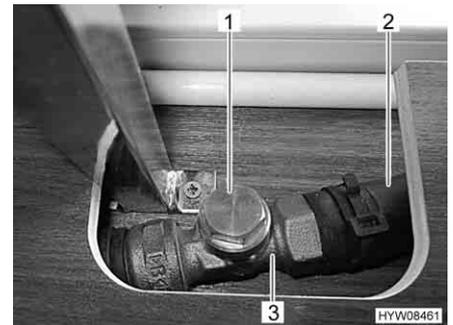

Fig. 137 Valvola aperta
- Afferrare la tubatura di bypass (Fig. 137,2) dietro la valvola (Fig. 137,3). Il tubo flessibile deve essere tiepido.
- Se il tubo flessibile non è tiepido, controllare la regolazione della valvola. Se la valvola è chiusa, ruotare il coperchio della valvola (Fig. 137,1) in senso antiorario.